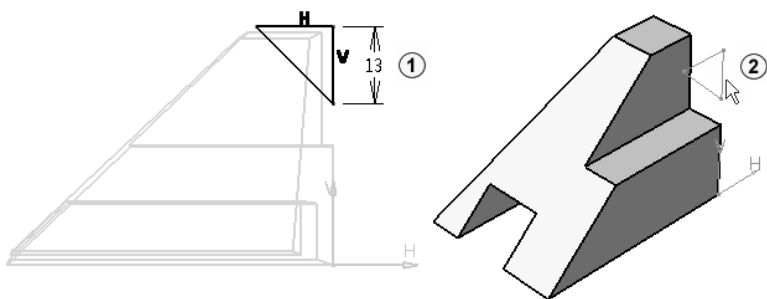

图 3-25 标注尺寸
10) 单击“约束”按钮，标注尺寸，如图 3-25 中①所示。单击屏幕下方的“等轴测视图”按钮，如图 3-25 中②所示。单击“退出工作台”按钮.